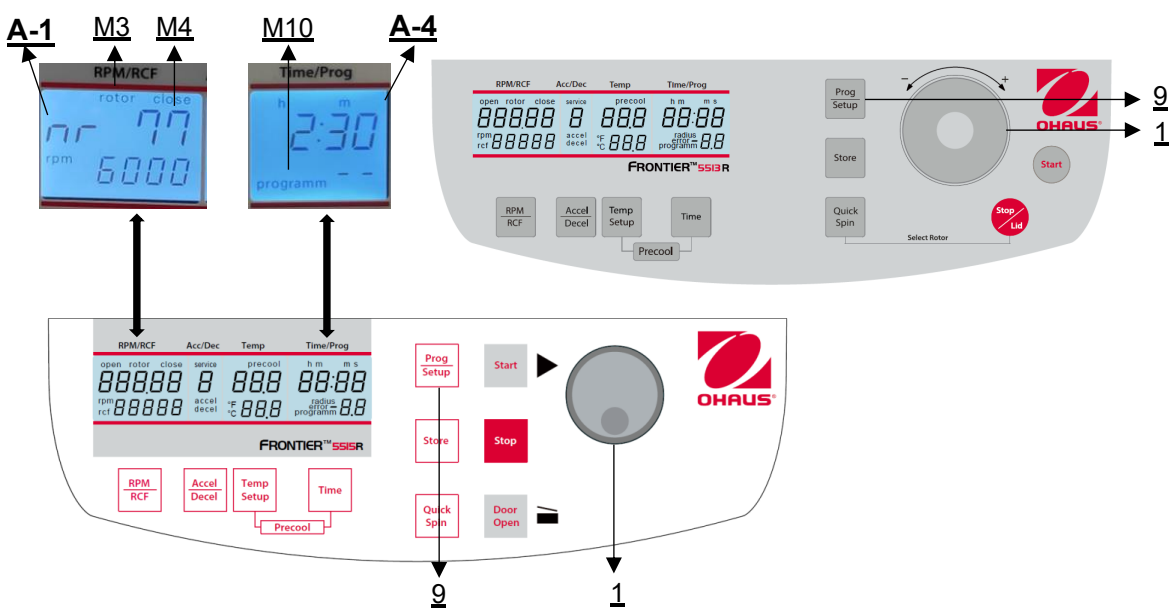

Abbildung 21
Um gespeicherte Programme abzurufen, drücken Sie die Taste **"Prog/Setup"** (9) (siehe **Abbildung 21**), während der Deckel bereits geschlossen ist. Im Display **"Time/Prog"** (A-4) erscheint **"program--"** (M10). Die gewünschte Programmnummer kann mit dem Touch Wheel (1) vorgewählt werden.
Um den Programmmodus zu verlassen, drücken Sie die Taste **"Prog/Setup"** (9) (siehe Abbildung 21). Dann erscheint im Display
Sie können die Zentrifuge entweder mit der **"Start"**-Taste (8) oder mit der **"Quick Spin"**-Taste (6) starten (siehe Abbildung 21). Mit der **"Start"**-Taste (8) können Sie gespeicherte Läufe oder Läufe mit manuell vorgewählten Parametern starten. Nach Ablauf der jeweils vorgewählten Laufzeit wird die Zentrifuge automatisch gestoppt. Mit der **"Quick Spin"**-Taste (6) können Sie Läufe starten, die nur wenige Sekunden dauern.